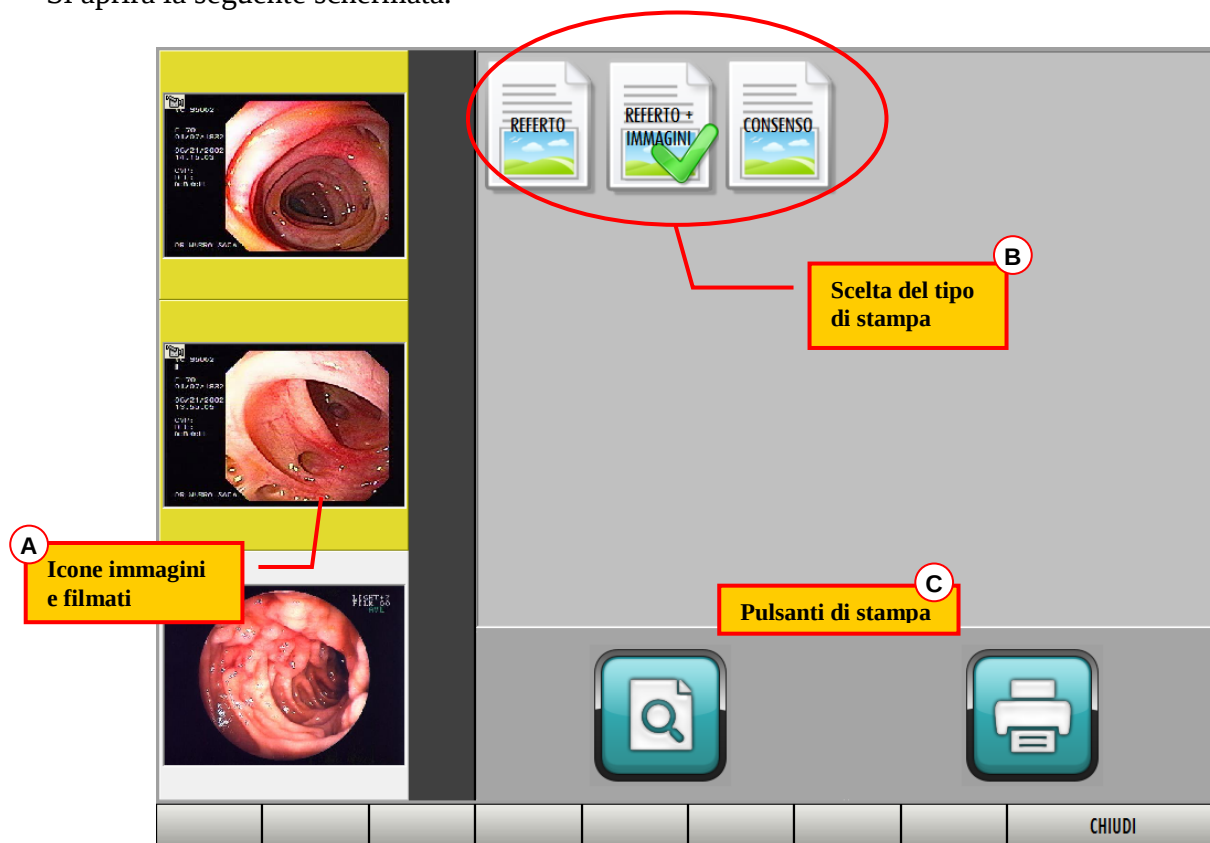
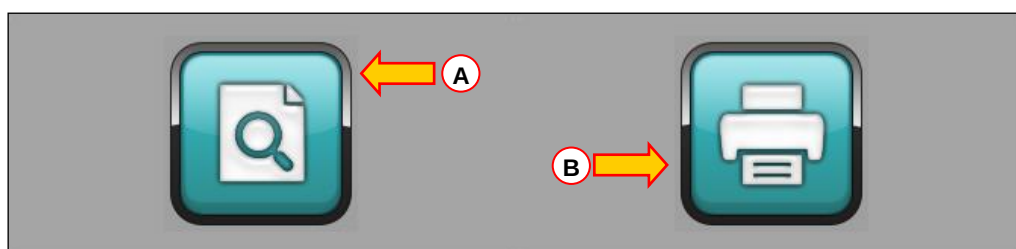

Fig 91 - Scelta documentazione da stampare
Fig 93
Sulla sinistra è sempre visualizzato l'insieme di icone relative alle immagini e ai filmati della visita selezionata (Fig 91 A).
Sulla destra sono date diverse icone, ognuna corrispondente ad un tipo di documento (Fig 91 B). Cliccando su un'icona si sceglie di stampare il tipo di documento corrispondente.
Nella parte inferiore della schermata ci sono due grandi pulsanti che permettono di lanciare la stampa (Fig 91 C, Fig 93).
Il pulsante di sinistra (Fig 93 **A**) apre una schermata contenente un'anteprima del documento desiderato.
Il pulsante di destra (Fig 93 **B**) lancia la stampa del documento senza visualizzare l'anteprima.
Si aprirà la schermata vista in Fig 91.
- Cliccare il pulsante  (Fig 93 **B**) per lanciare la stampa direttamente o il pulsante  se si desidera visualizzare prima l'anteprima di stampa (Fig 93 **A**).